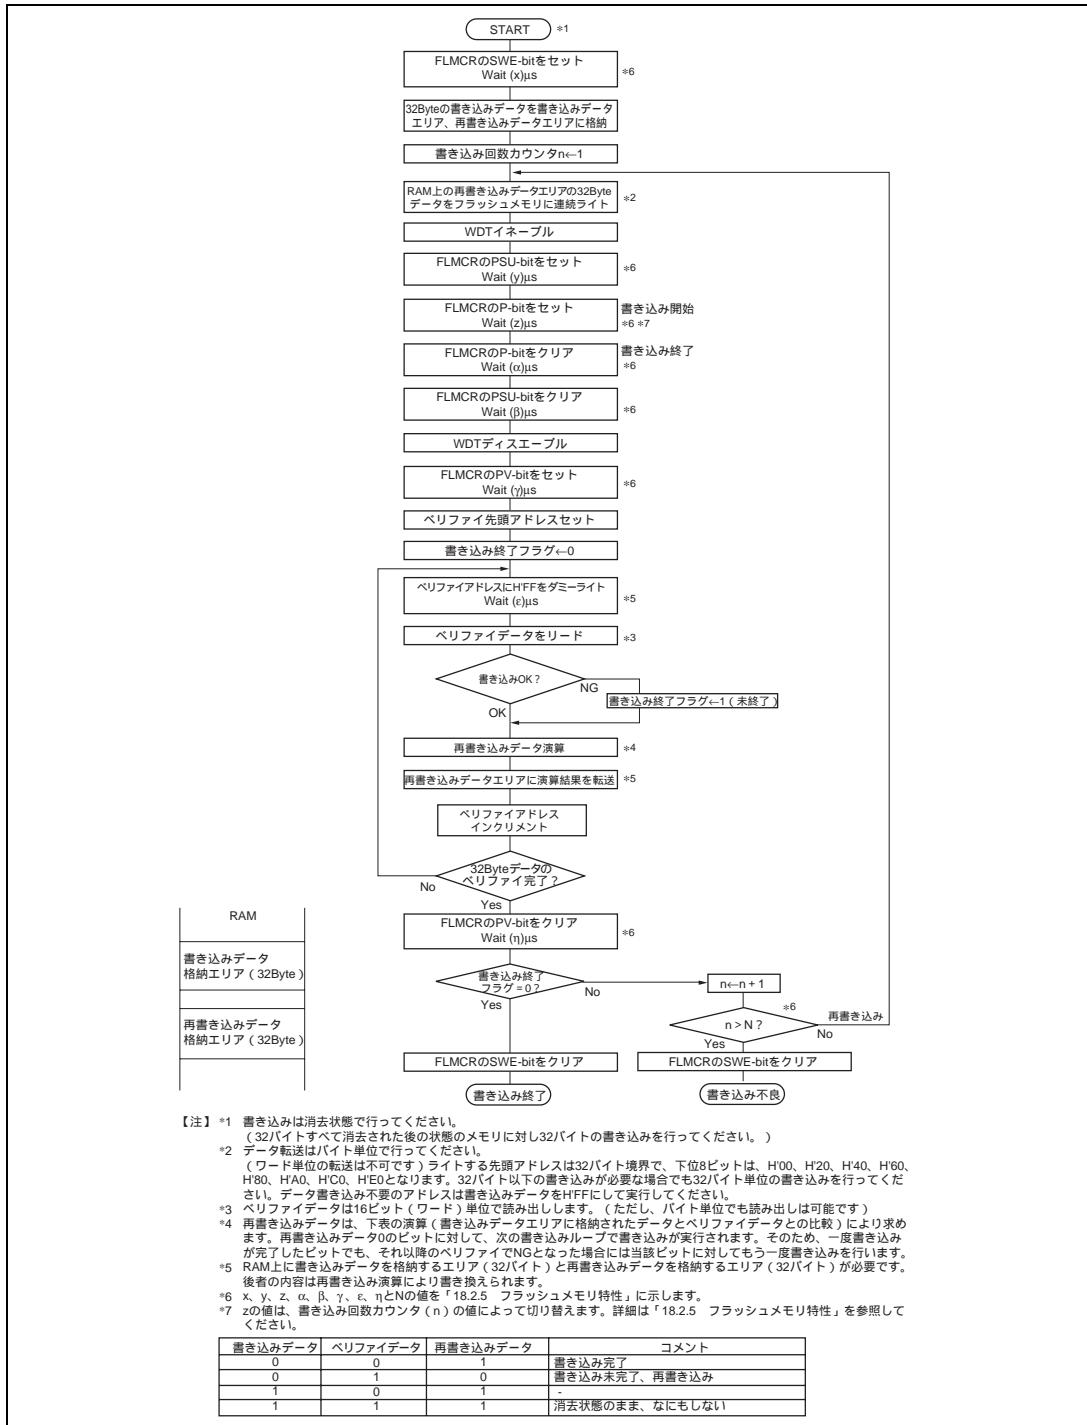

図 15.11 プログラム / プログラムベリファイフロー (32 バイト書き込み)
フラッシュメモリへのデータ / プログラムの書き込みは、図 15.11 に示すプログラム / プログラムペリファイフローチャートに従って行ってください。このフローチャートに沿って書き込み動作を行えば、デバイスへの電圧ストレスやプログラムデータの信頼性を損なうことなく、フラッシュメモリヘデータ / プログラムの書き込みを行うことができます。また、1 回の書き込みは、32 バイト単位で行ってください。
一定の書き込み時間経過後、FLMCR の P ビットをクリアします。その後 ( $\alpha$ )  $\mu s$  以上の時間が経過してから、PSU ビットをクリアすることでプログラムモードを解除します。プログラムモード解除後は、ウォッちドッグタイマの設定も解除します。その後 FLMCR の PV ビットをセットすることで、動作モードはプログラムベリファイモードへ遷移します。プログラムベリファイモードでは、リードする前にリードするアドレスにデータ H'FF をダミーライトしてください。ダミーライトは ( $\gamma$ )  $\mu s$  以上の時間が経過してから行ってください。この状態でフラッシュメモリをリード (ベリファイデータは 16 ビットで読み出す) するとラッチしたアドレスのデータが読み出されます。このリード動作は、ダミーライト後、( $\varepsilon$ )  $\mu s$  以上おいてから行ってください。次に、書き込んだ元データとベリファイデータを比較し、再書き込みデータを演算 (図 15.11 参照) し、RAM に転送します。32 バイト分のデータのベリファイが完了後、プログラムベリファイモードを解除し、( $\eta$ )  $\mu s$  以上の待機時間を置いて、32 バイトの書き込みが終了したかどうかの判定を行います。再度書き込みが必要な場合は、再度プログラムモードに設定し、同様にプログラム / プログラムベリファイシーケンスを繰り返してください。ただし、同一ビットに対するプログラム / プログラムベリファイシーケンスの繰り返しは、(N) 回を超えないようにしてください。